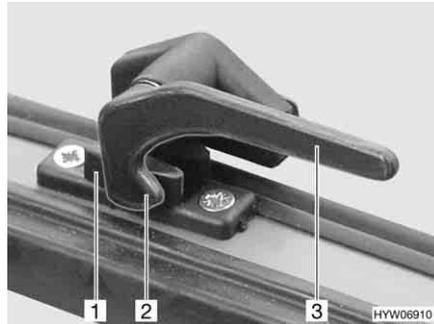

Fig. 72 Palanca de bloqueo en la posición de "cerrado"
- Girar todas las palancas de bloqueo (Fig. 72,3) un cuarto de vuelta hacia el centro de la claraboya.
- Girar todas las palancas de bloqueo (Fig. 72,3) un cuarto de vuelta hacia el marco. El saliente de bloqueo (Fig. 72,2) se encuentra en la cara interior del bloqueo de la claraboya (Fig. 72,1).
- En la posición "cerrada fijamente" (Fig. 72)